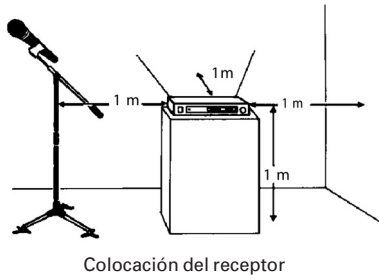

Figura B1- Posicionado de la antena
### Posicionado de la antena (Fig. B1)
1. ANTENAS: Coloque las antenas como se muestra en la figura B1.